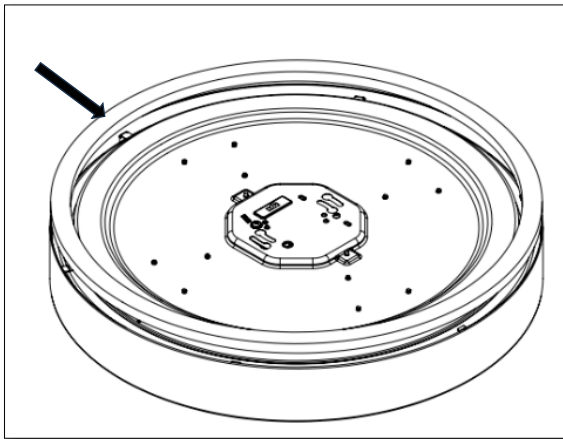

Figura 4
5. Retire los rellenos de cartón de la parte posterior de la luminaria (figura 4).